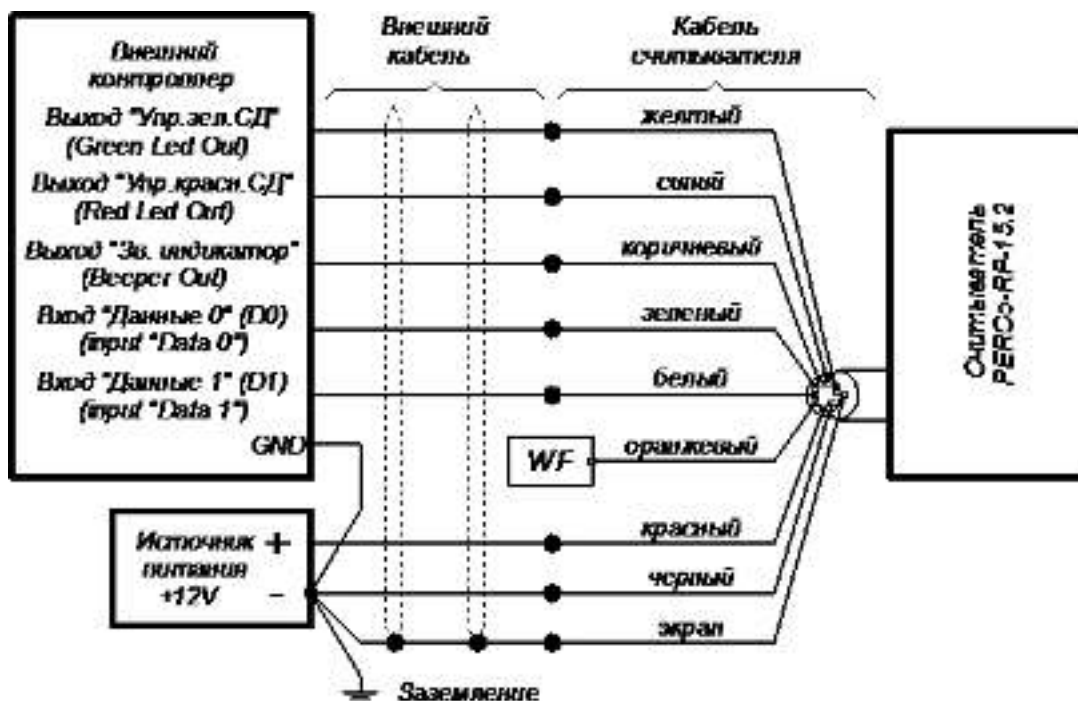

Рисунок 5. Схема подключения считывателя к внешним устройствам с использованием интерфейса Wiegand (вариант управления по двум линиям)
- 7 Проложите кабель, закрепите его и подключите к внешним устройствам. Схема подключения считывателя к внешним устройствам с использованием интерфейса Wiegand приведена на рис. 5 и 6. Для удлинения используйте кабели, указанные в п. 7.3. Переключение формата выходных данных рекомендуется осуществить непосредственно в месте соединения штатного кабеля считывателя с удлиняющим кабелем (см. п. 5.2).